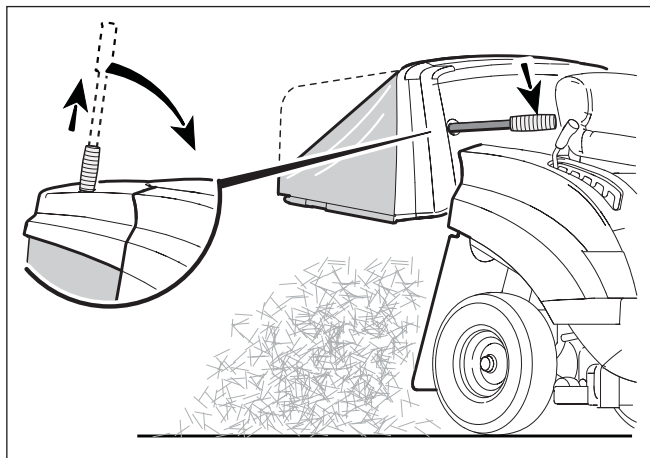

Figure 17
1. Étendre la poignée de l'ensacheuse à herbe et la faire tourner vers l'avant jusqu'à ce que l'ensemble de l'ensacheuse à herbe soit complètement ouvert dans le bas (voir la **Figure 17**).